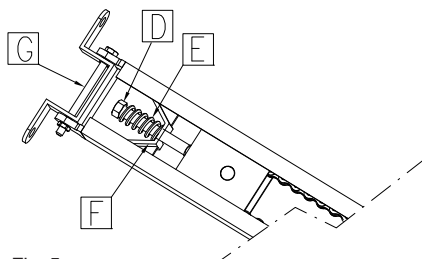

Fig. 5
- Introduire le ressort E et le bloquer avec l'écrou D. Monter ensuite la pièce G avec la vis et l'écrou M8 (fig. 5)